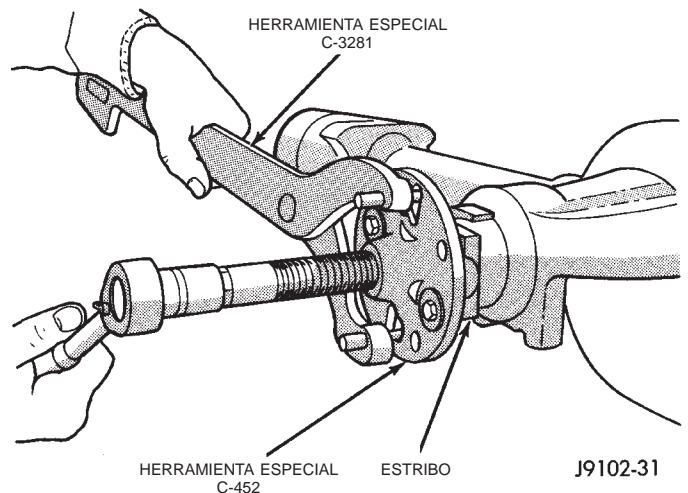

Fig. 45 Desmontaje del estribo del piñón
- (5) Con el extractor C-452 y la llave de sujeción C-3281, retire el estribo del piñón del eje de piñón (Fig. 45).